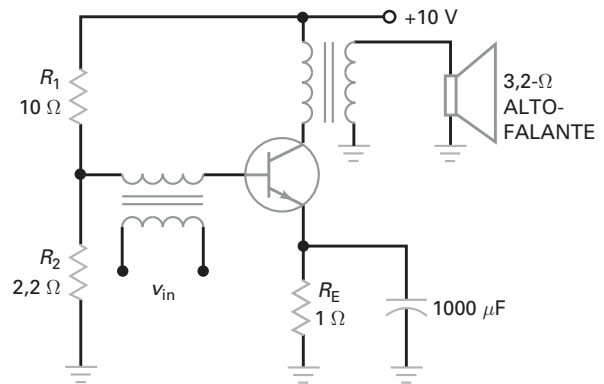

Figura 10-40
- 10-21** Se $V_{BE} = 0,7\text{ V}$ na Figura 10-40, qual é a corrente CC no emissor?
- 10-22** O alto-falante na Figura 10-40 é equivalente a uma resistência de carga de 3,2 Ω . Se a tensão no alto-falante for de 5 V pp, qual é a potência na saída? Qual é a eficiência no estágio?